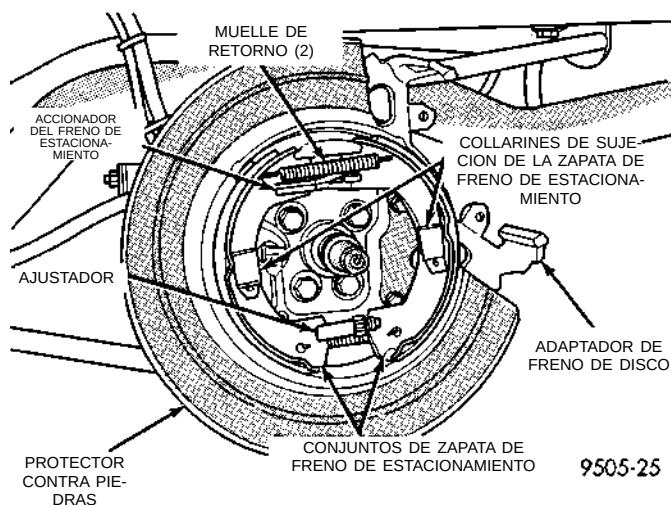
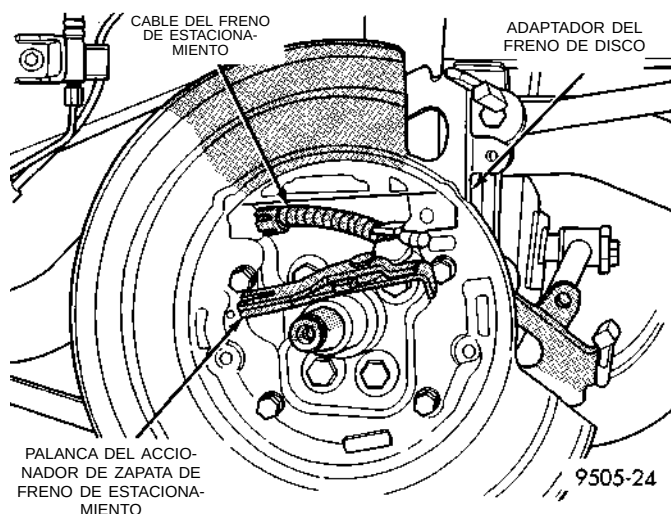

Fig. 148 Conjuntos de zapata de freno de estacionamiento
Fig. 149 Palanca del accionador del freno de estacionamiento
(19) En los vehículos que tienen instalados frenos traseros de disco, retire los conjuntos de zapata de freno (Fig. 148) del adaptador de freno de disco trasero. Luego retire la palanca de mando del freno de estacionamiento (Fig. 149) del cable del freno de estacionamiento.
(5) **En los vehículos que tienen instalados frenos traseros de disco**, instale la palanca del accionador de zapatas del freno de estacionamiento (Fig. 149) en el cable de dicho freno. Luego instale los conjuntos de zapatas del freno de estacionamiento en el adaptador del freno de disco (Fig. 148).
(6) Instale el conjunto de maza/cojinete en el vástago trasero. Luego instale una tuerca de retén **NUEVA** en el conjunto de maza/cojinete trasero. Apriete la tuerca de retén del conjunto de maza/cojinete con una torsión de 217 N·m (160 libras pie).
(7) Instale la tapa guardapolvo del conjunto de maza/cojinete con un martillo de metal blando.
(8) En los vehículos que tienen instalados frenos de tambor, instale el tambor de freno trasero en el conjunto de maza/cojinete. En los vehículos que tienen instalados frenos traseros de disco, instale el rotor en el conjunto de maza/cojinete.
(9) En los vehículos que tienen instalados frenos de disco, instale el calibrador del freno de disco en el